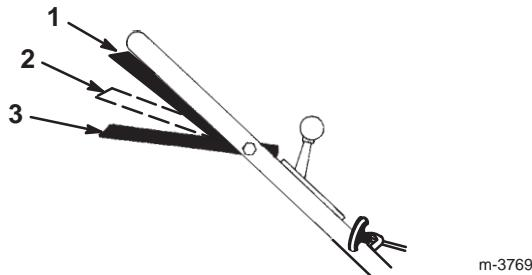

Figure 11
- Serrez la barre de commande contre le guidon en position **Marche/déplacement** (Fig. 11).
Remarque : Ne changez pas de vitesse lorsque la barre de commande est serrée contre le guidon en position **Marche/déplacement**, au risque d'endommager la transmission. Placez la barre de commande en position **Marche/changement** (Fig. 11) pour changer de vitesse de déplacement.